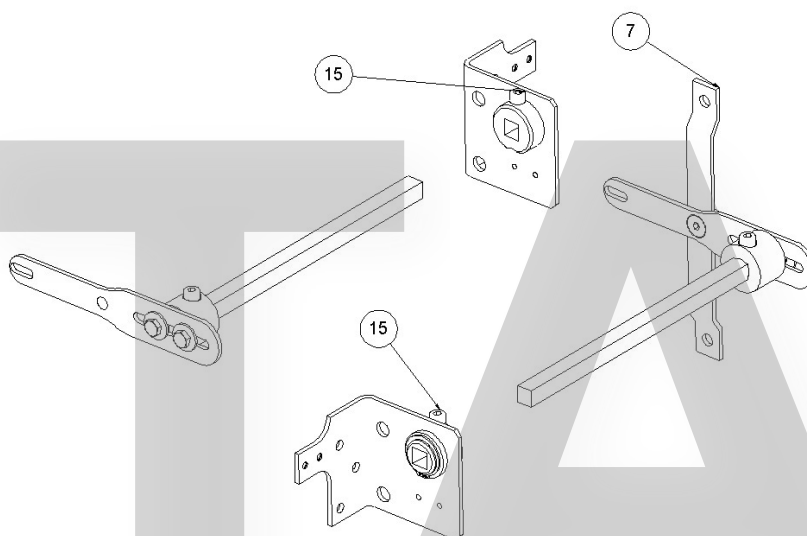

Figure. 4
Introduisez une douille en plastique (13) dans chacune des plaques base, de la façon indiquée sur la Fig.4, puis, introduisez la bague d'appui (12), du côté opposé à la douille en nylon et toujours avec le fraisage en «V» en partie inférieure, en la reliant à la douille au moyen d'un anneau de sûreté DIN 471 M30 x 15 (14), en vous aidant d'une pince à
5. ASSEMBLAGE DES PLAQUES BASE ET DES BRAS: Avant d'assembler les plaques base aux bras, il faut différencier quelle plaque base fait partie de chacun des côtés de la barre de commande. Introduisez le bras dont l'arrimage limiteur (7) se trouve sur la plaque du côté où est placé le limiteur de vitesse de l'ascenseur, et celui qui n'a pas d'arrimage sur la plaque du côté opposé. Serrez la vis de la bague d'appui (15) sur l'axe, de façon à ce que les deux soient reliés - Fig. 4 -.